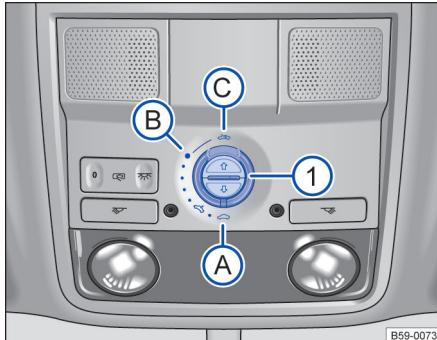

图 28 车顶局部视图：用于全景天窗水平开启的
将开关①上的标记转到位置① → 图 28
将开关①上的标记转到位置② → 图 28 将天窗开启至最大位置。天窗在这个位置时风噪较大。
将开关①转到位置①⇒图 28，关闭天窗。